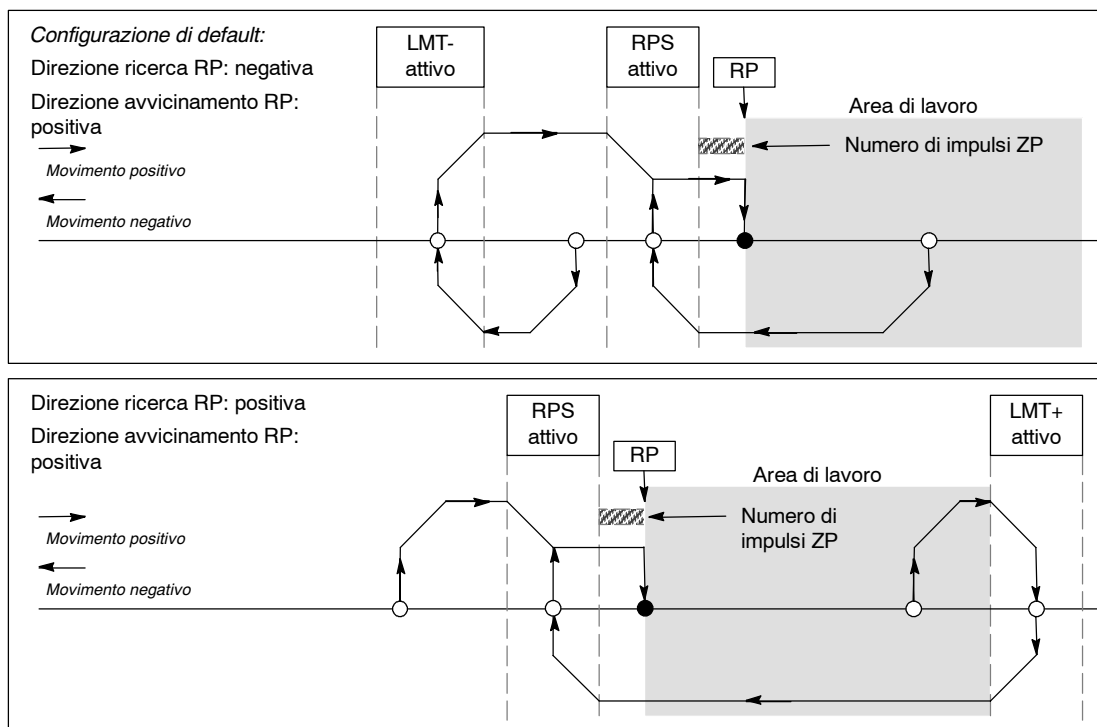

Figura 9-23 Ricerca dell'RP: modo 3
- ☐ La figura 9-23 rappresenta due opzioni del modo 3 di ricerca dell'RP. Questo modo individua l'RP come numero specificato di impulsi zero (ZP) all'esterno dell'area attiva dell'ingresso RPS.